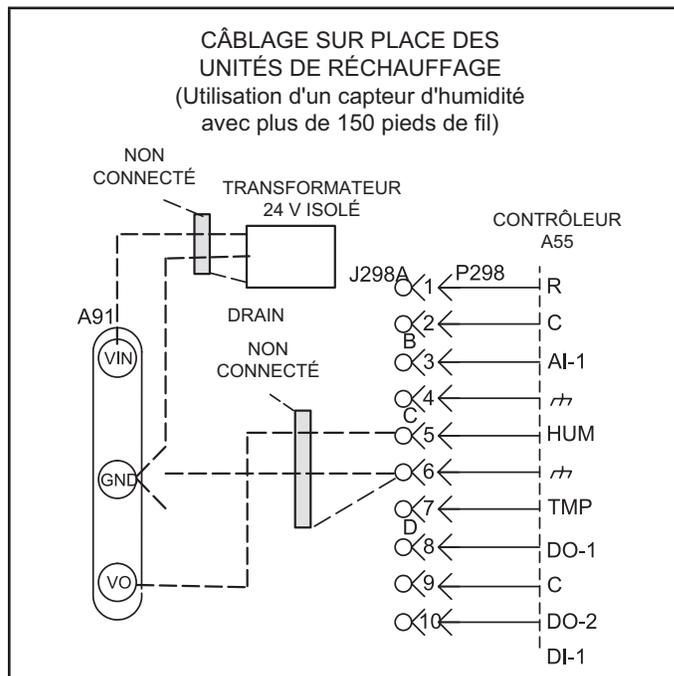
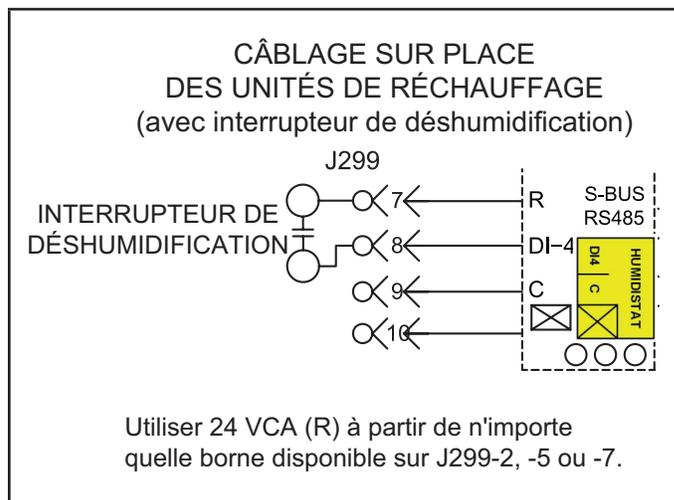

FIGURE 16
FIGURE 17
- 2 - Effectuer les connexions électriques comme indiqué à la FIGURE 12 pour le mode thermostat ou à la FIGURE 13 pour le mode capteur de zone. En outre, connecter un capteur d'humidité ou une entrée de déshumidification. Se reporter à la FIGURE 15 ou FIGURE 16 pour le câblage du capteur d'humidité ou à la FIGURE 17 pour le câblage de l'entrée de déshumidification.
Utiliser un transformateur 24 VCA local et isolé tel que le Lennox (no. cat. 18M13) (20 VA minimum) pour alimenter le capteur d'humidité relative comme indiqué à la FIGURE 16. Utiliser deux câbles blindés contenant des paires torsadées de 20 AWG minimum avec un blindage global. Belden type 8762 ou 88760 (plénium) ou équivalent.